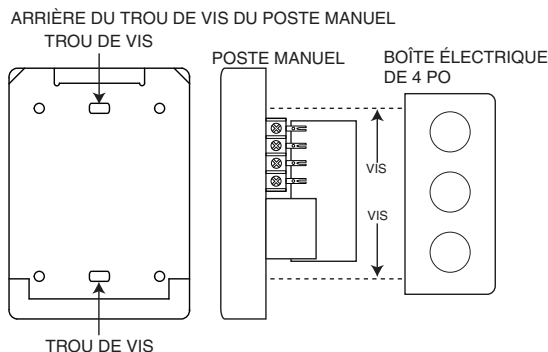

Figure 3: Installation du poste manuel
2. Installer le poste sur une boîte montée en surface à l'aide des deux vis incluses. Consulter la figure 3.